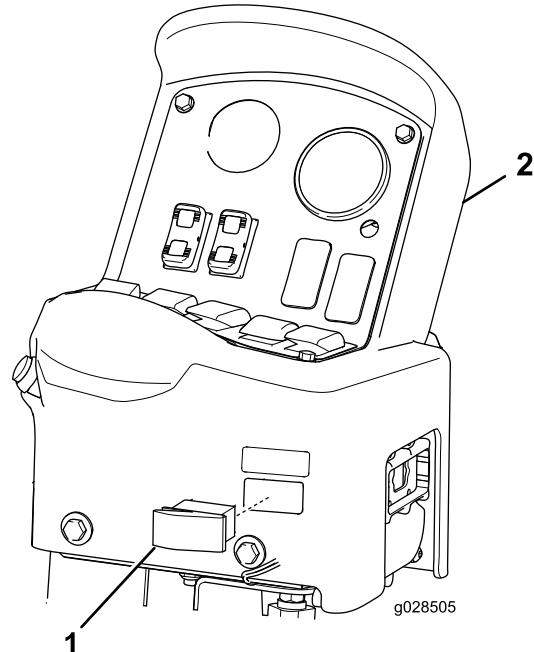

Figura 11
1. Retire el interruptor de encendido de la cara inferior derecha de la consola de control (Figura 11).
3. Instale el interruptor basculante en el hueco de la consola de control (Figura 11) hasta que el interruptor encaje en su sitio.